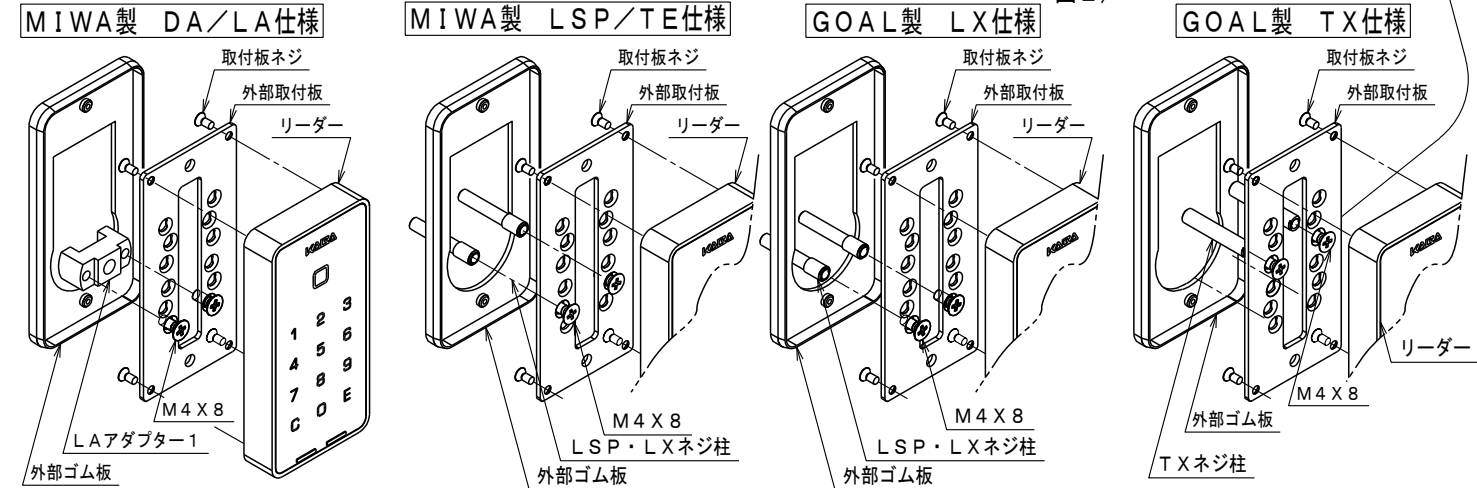

図3)
- 3、下記の図3を参照し、リーダーを各錠種に合わせてセットします。